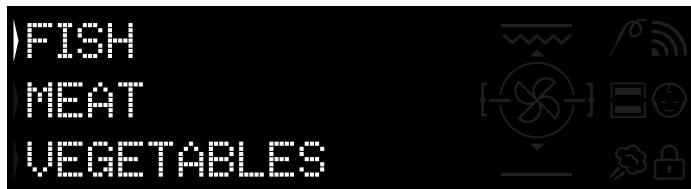

Abbildung 3
4. Wählen Sie aus den Dampffunktionen den richtigen Garzyklus aus Fisch, Fleisch, Gemüse, Pasta und Backwaren (Abbildung 3) aus